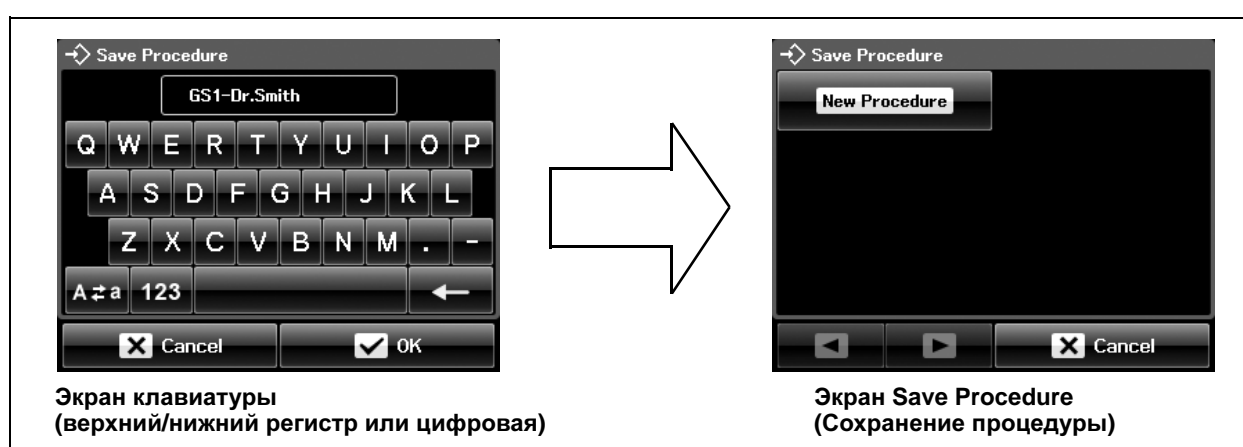

Рис. 6.16
- Первая кнопка Cancel (Отмена) отображается в левой нижней части экрана клавиатуры (см. рис. 6.16).